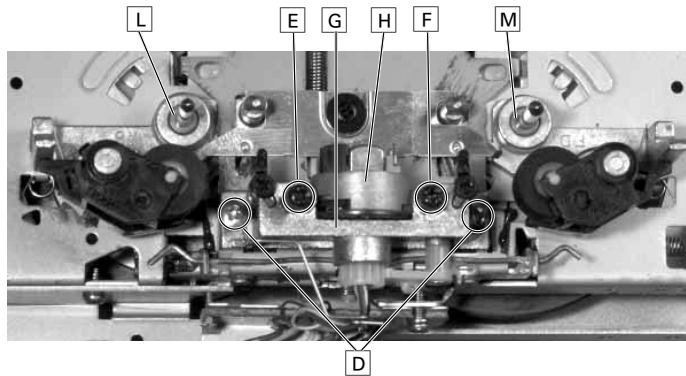
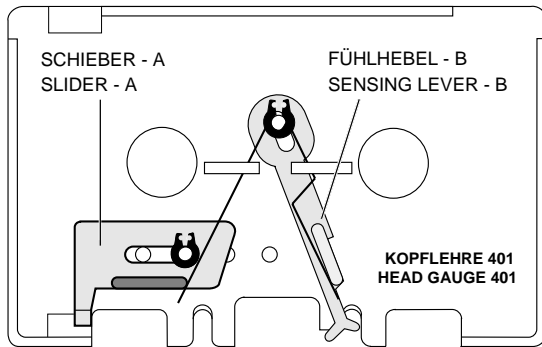

Fig. 12
Fig. 17
**7. Kopfträger ausbauen, Fig. 12**
**7. Removing the head base, Fig. 12**
- Ölfangscheiben **L** und **M** abziehen (Fig. 12).
- Pull off the oil seals **L** and **M** (Fig. 12).
Die Bandlaufeinstellung wird notwendig nach einem Wechsel des Kombikopfes **H** bzw. des Kopfträgers **G** (Fig. 12). Prüfen Sie den Bandlauf (Bandführungshöhe) mit der Kopflehre 401 (Fig. 17) und einer Bandlaufcassette. Der Schieber A der Kopflehre ist bei diesem Gerät ohne Funktion.
Adjustment of the tape transport is necessary after changing the combi head **H** or the head base **G** (Fig. 12). Check the tape path (tape guiding height) with the head gauge 401 (Fig. 17) and a tape transport test cassette. The slider A does not have any function with this set.